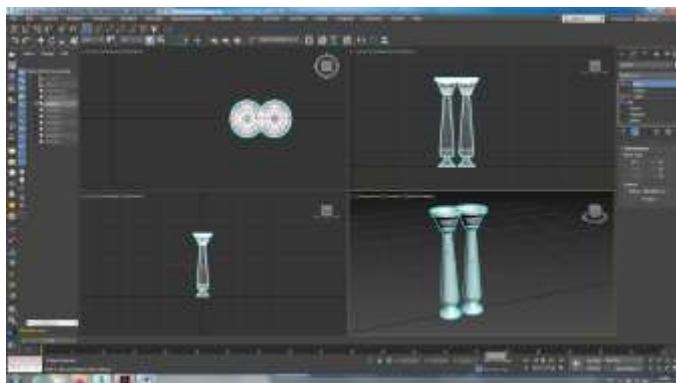

Рис. 5 - Результат применения к объекту модификатора Mirror (Зеркало)
- 4 Создать зеркальную копию объекта при помощи модификатора **Mirror (Зеркало)**. Модификатор Mirror (Зеркало) применяется для создания зеркальных копий объекта (рис. 5).